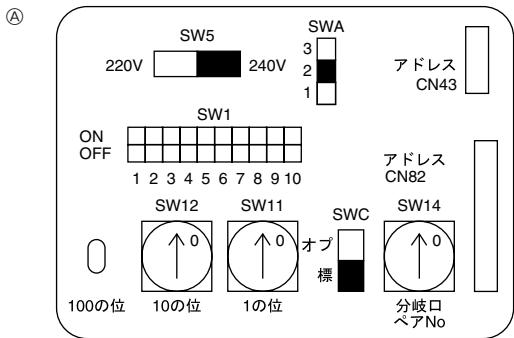

Fig. 6-4
- ① Appareil extérieur
② Terre
③ Contrôleur BC
④ Appareil intérieur
⑤ Commande à distance M-NET
⑥ 2 fils non polarisés
6.3. Configuration des adresses (Fig. 6-4)
- ① Tableau d'adresses